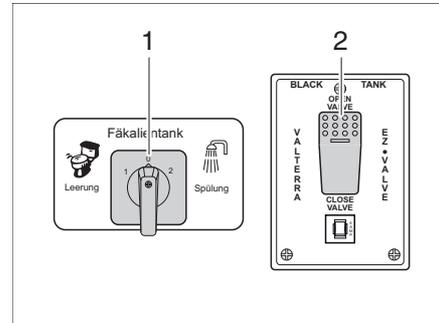

Bild 171 Schalter Fäkalientank
- Schalter (Bild 171,1) auf Position 1 Leerung stellen.
- Schalter (Bild 171,1) auf Position 2 Spülung stellen. Fäkalientank wird mit Grauwasser gespült.
- Schalter (Bild 171,2) auf Position Open Valve stellen. Der Fäkalientank entleert sich.
- Schalter (Bild 171,2) auf Position Close Valve stellen. Der Fäkalientank schließt sich.
- Schalter (Bild 171,2) auf Position Open Valve stellen.